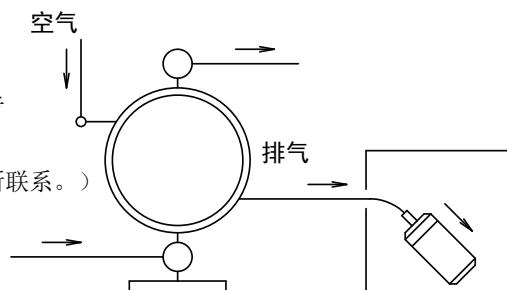

Fig.3.2
- \* 不要将排出气体排放在液剂中，请将其排放到外部。方法请参照后面叙述的〈NOTE〉外部排气方法Fig.3.2。